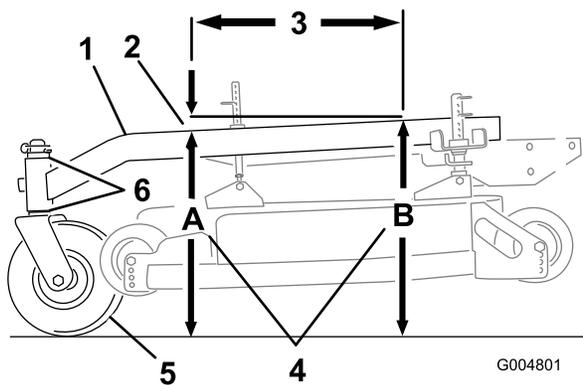

Figura 71
El bastidor de tiro debe tener una inclinación longitudinal de entre 3 mm (1/8 pulg.) y 9 mm (3/8 pulg.) a lo largo de 61 cm (24 pulg.) (Figura 71).
1. Mida 61 cm (24 pulg.) en el bastidor de tiro (Figura 71).
2. Mida la altura del bastidor de tiro en la posición **A** (Figura 71).
3. Mida la altura del bastidor de tiro en la posición **B** (Figura 71).
4. La altura en la posición **A** debe ser de 3-10 mm (1/8-3/8 pulgada) menor que la de la posición **B** (Figura 71).
5. Si la inclinación del bastidor de tiro no es la correcta, mueva los espaciadores de las ruedas giratorias para obtener una inclinación de 3-10 mm (1/8-3/8 pulgada) (Figura 71). Mueva espaciadores desde arriba o desde abajo para obtener la inclinación correcta.